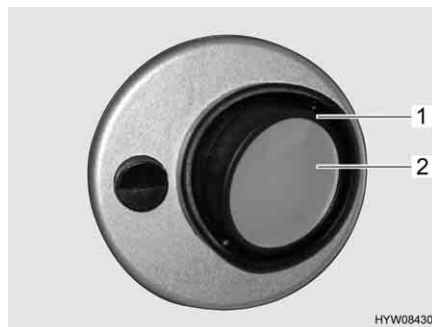

Fig. 134 Lampada del letto anteriore in basso
- Servendosi di un attrezzo idoneo, sfilare la ghiera (Fig. 134,1) dall'involucro.
- Rimuovere la lampada alogena ad incandescenza (Fig. 134,2).